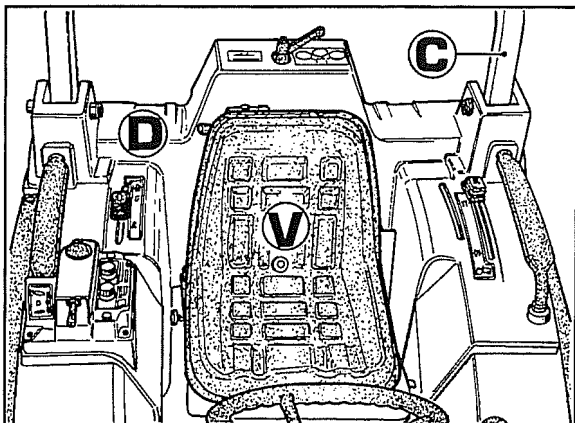

Fig. 7
2. Togliere il sedile V fig. 7.
3. Togliere il roll-bar C e la scocca in vetroresina D fig. 7 dopo aver tolto le varie impugnature, maniglie e il supporto comandi sollevatore.